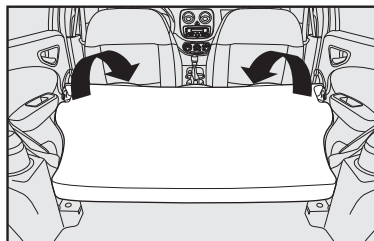

fig. 94
4) Incline hacia adelante el respaldo, haciendo pasar lateralmente los cinturones, hasta apoyarlos sobre el asiento trasero fig. 94.